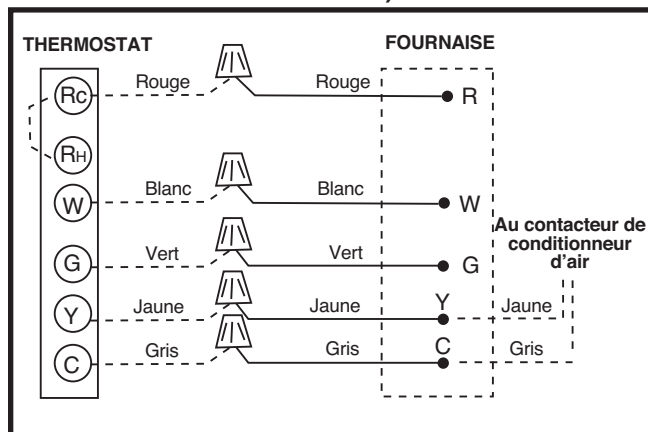

Figure 26. Câblage du thermostat pour la carte de contrôle Nordyne Channel
Il faut maintenir la polarité de tension de ligne appropriée afin que le système de commande fonctionne correctement. Vérifiez que la ligne neutre entrante est raccordée au fil blanc et que la ligne sous tension entrante est connectée au fil noir. La fournaise ne fonctionne pas si la polarité et la mise à la terre sont mal branchées, comme indiqué dans la Figure 26 \(page 14\).
2. Branchez les fils du thermostat aux bornes basse tension de la fournaise (selon l'application à l'installation). Consultez la Figure 26 \(page 14\). **REMARQUE :** Si le conditionneur d'air est installé avec la fournaise, une connexion en Y doit être faite à la fournaise. Consultez la Figure 33 \(page 27\) et la Figure 34 \(page 28\).